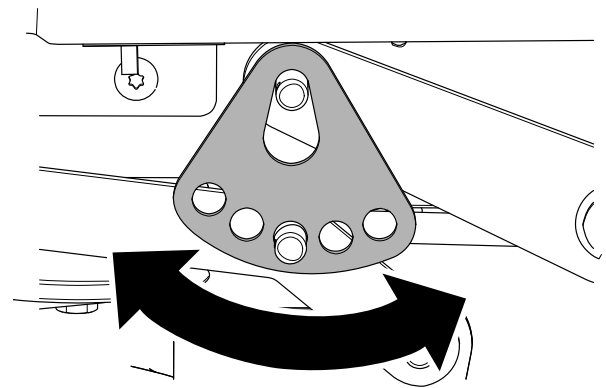

Figura 71
7. Gire la pletina de altura de corte hasta un orificio diferente, de modo que sostenga el peso de la carcasa de corte después de instalar la pletina (Figura 71).
8. Instale la arandela y la chaveta (Figura 71).